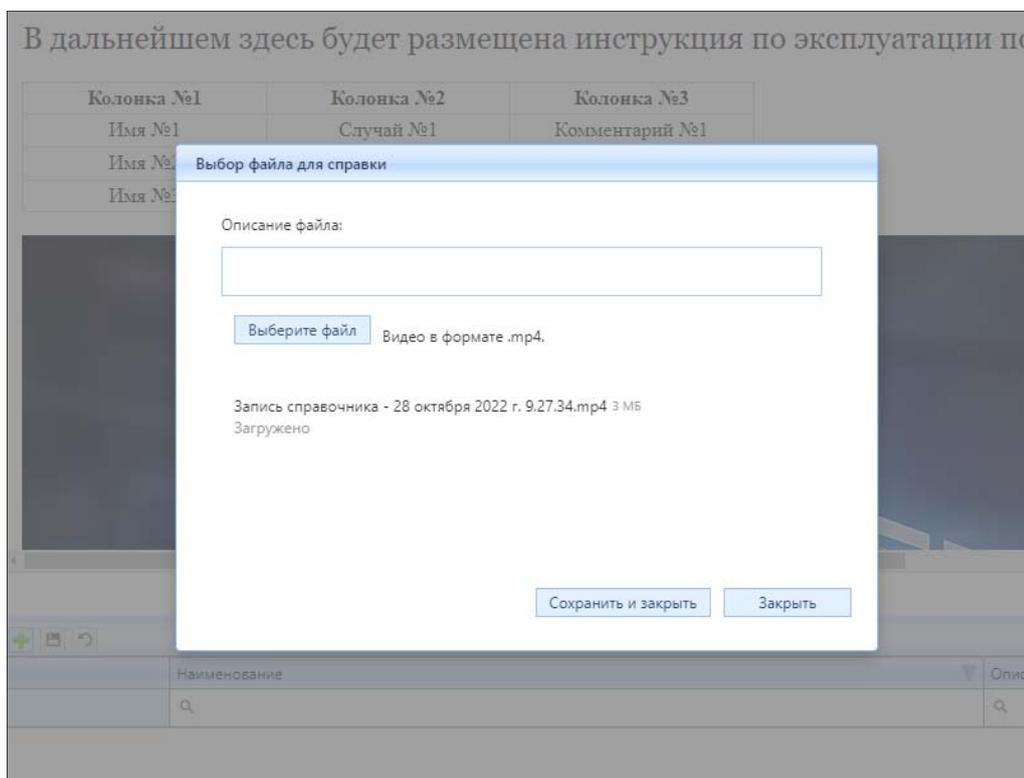

Рисунок 4.1.36 – Внешний вид окна «Выбор файла для справки». В справку подраздела Добавлен файл mp4
2. в таблице, расположенной в нижней части интерфейса «Настройка справки», нажмите на кнопку «Добавить». После нажатия всплывет окно «Выбор файла для справки» (рис. 4.1.36). Выберите файл с соответствующим форматом из директории. Введите описание (при необходимости) в предназначенном для этого поле. Затем добавьте его в функциональность Системы, нажав на кнопку «Сохранить и закрыть» (рис. 4.1.36). *Примечание: Система не позволяет добавить файл, в наименовании которого содержится более 100 символов.*